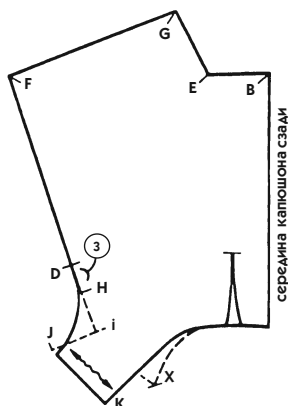

Рис. 764
1. Переснимите чертеж 760 и не забудьте отметить засечки D и X. Проведите пунктирные линии DX и от X до вытачки от горловины (рис. 764).
2. От засечки D продолжите вниз линию FD (пунктир на рис. 764).
• Поставьте засечку *i*, затем отложите тот же отрезок перпендикулярно влево и поставьте засечку *J* (рис. 764).
4. Чтобы определить точку, через которую пройдет линия горловины капюшона, отложите от засечки *J* в направлении, указанном волнистой стрелкой (рис. 764), отрезок, равный  $D_i$  ( $3 + 5 = 8$  см). Поставьте точку *K*.
6. Соедините засечки *K* и *J*, чтобы указать середину переда капюшона (сравните рис. 764 и 763).